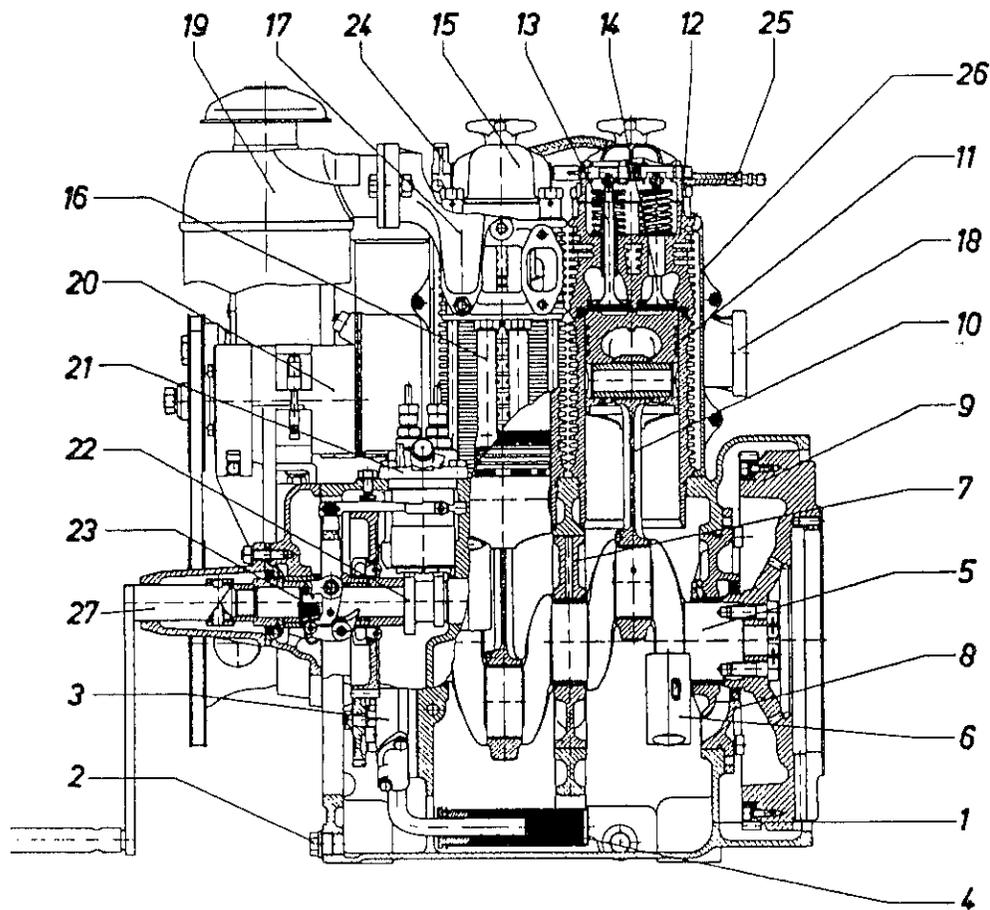
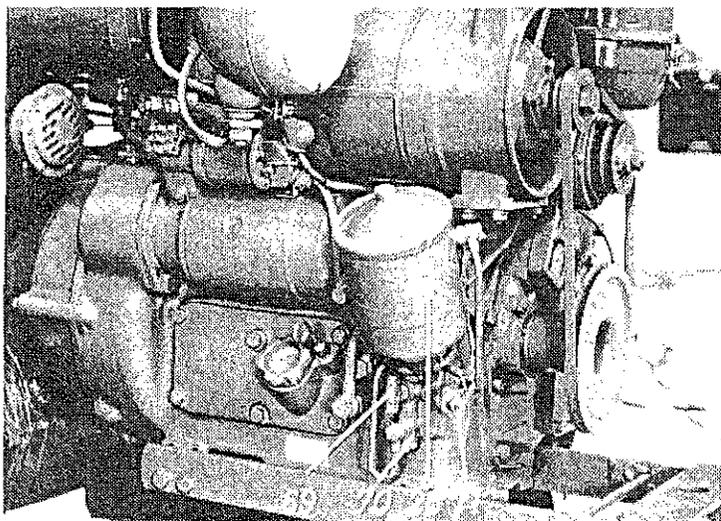
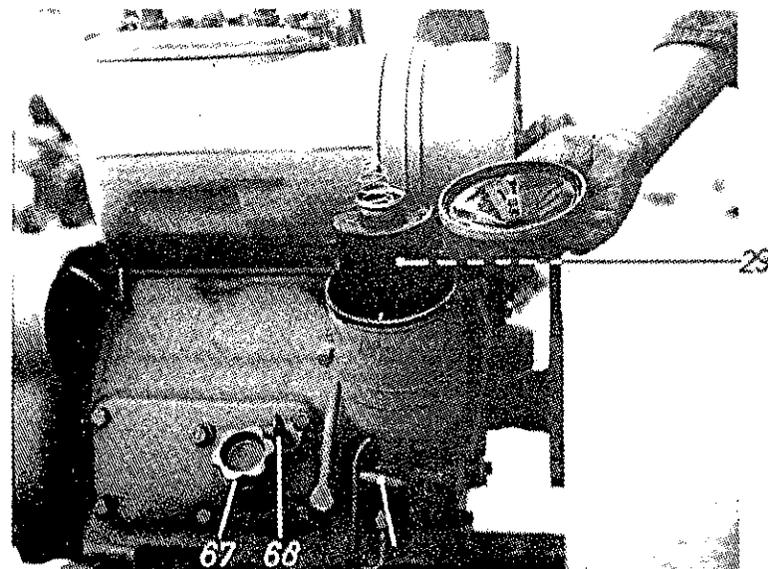

Abb. 10
Abb. 14
Abb. 15
a) Ölablaßschraube (2) (Abb. 10) öffnen. b) Ölablaßschraube ( ) am Nebenstromölfilter (28) (Abb. 14) öffnen. c) Öleinfüllschraube (67) (Abb. 15) öffnen und ca. 4, 5 Ltr. HD-Öl, Ölviscosität je nach Außentemperatur, einfüllen (nur bis zur oberen Marke des Peilstabes). d) Verschlußdeckel ( ) des Nebenstromölfilters (28) öffnen und ca. 1 Ltr. HD-Öl - Ölviscosität wie unter Ziffer c) - einfüllen und Verschlußdeckel wieder schließen. (Achtung! Dichtung muß einwandfrei sitzen). Beachten Sie, daß sich ein neues Filter nur langsam mit Öl vollsaugt.